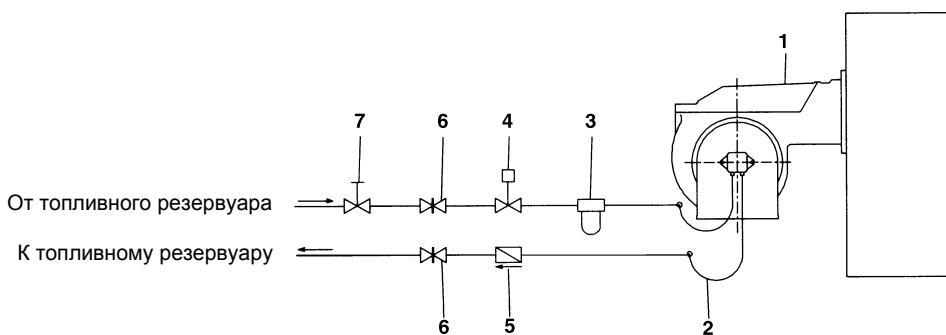

Рис. 5 - Двухтрубная система
**ПРИМЕЧАНИЕ** В системах с гравитационной или с кольцевым контуром подачи жидкого топлива, установить автоматическое отсечное устройство (см. № 4 - Рис. 5).